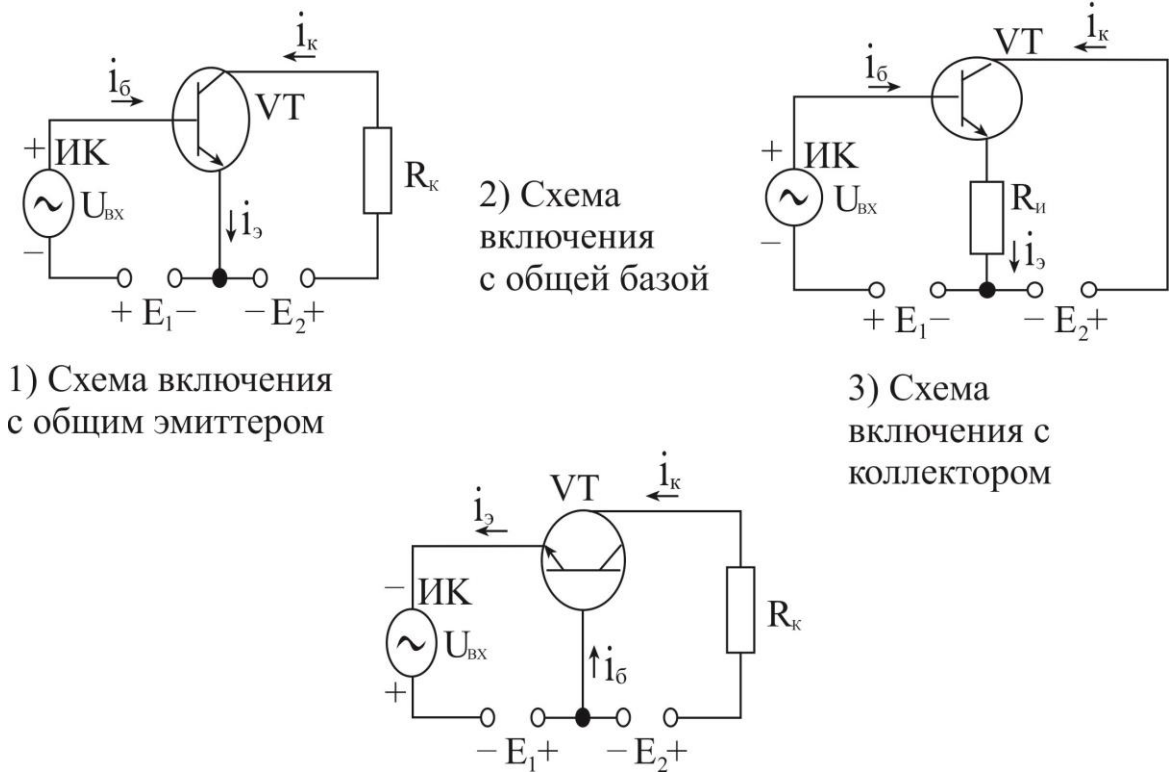

Рисунок 7. Схемы включения биполярного транзистора.
В усилительных или иных каскадах применяют три схемы включения транзисторов: с общим эмиттером (ОЭ), рисунок 7 (1), с общей базой (ОБ), рисунок 7 (2) и общим коллектором (ОК), рисунок 7 (3) - между входной и выходной цепями имеется общая точка. Схема ОЭ является наиболее распространённой, т.к. она даёт наибольшее усилие по мощности.